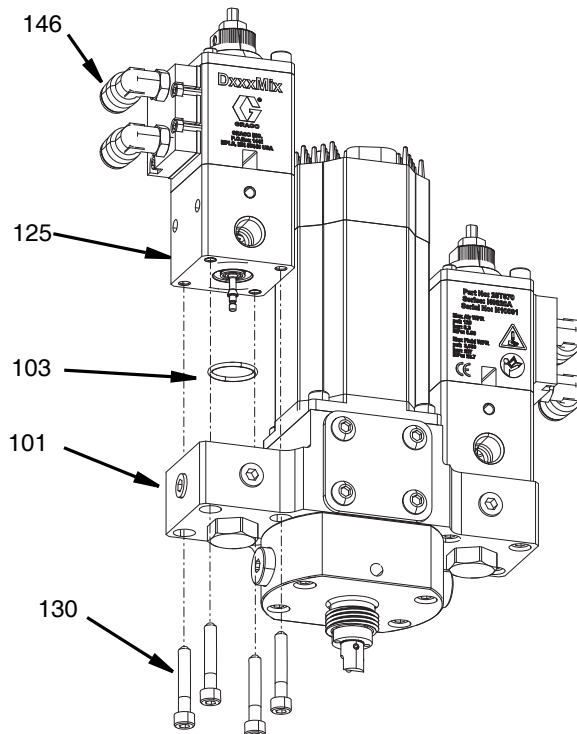

FIG. 28
3. Retire los tubos redondos de nailon de 5/16" (141) de las conexiones en forma de codo (146).
4. Retire los cuatro tornillos (130) que sujetan la válvula (125) a la carcasa de la base (101) con una llave Allen de 4 mm.
5. Retire el empaque de la junta tórica (103). Ver FIG. 28.